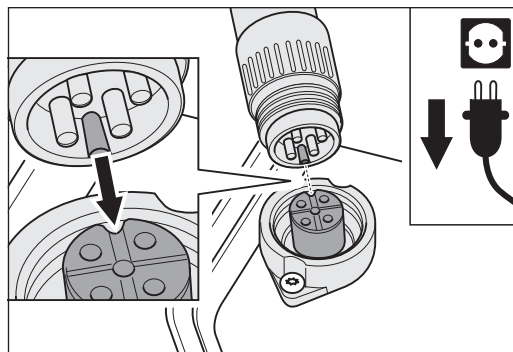

Abb. 61 Den Kabelstecker des Drucksensors in die Dose am Ein-/Aus-Schalter stecken. **Die Nase des Steckers muss in die Nut der Dose eingeführt werden!**
- 4 Stecken Sie den Kabelstecker des Drucksensors in die Dose am Ein-/Aus-Schalter. **Beachten Sie dabei, dass die Nase des Steckers in die Nut der Dose eingeführt wird (Abb. 61)!**